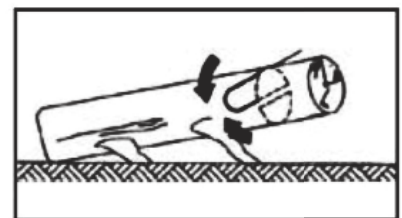

Abb.4B
2. Stamm an einem Ende abgestützt: Erstens: Schneiden Sie von unten (unter dem Stamm) auf 1/3 des Stammdurchmessers, um ein Absplittern zu vermeiden. Zweitens: Schneiden Sie von oben (über dem Stamm), um den ersten Schnitt zu treffen und Verklemmen zu vermeiden (Abb. 4B).